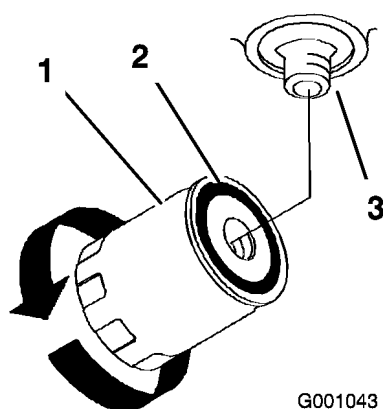

Figure 56
4. Appliquez une fine couche d'huile propre sur le joint en caoutchouc du filtre de rechange (Figure 56).
6. Remplissez le réservoir hydraulique jusqu'à ce que le liquide déborde du filtre. Tournez alors le filtre à huile dans le sens horaire jusqu'à ce que le joint en caoutchouc vienne toucher l'adaptateur du filtre. Serrez ensuite le filtre de 1/2 tour supplémentaire (Figure 56).